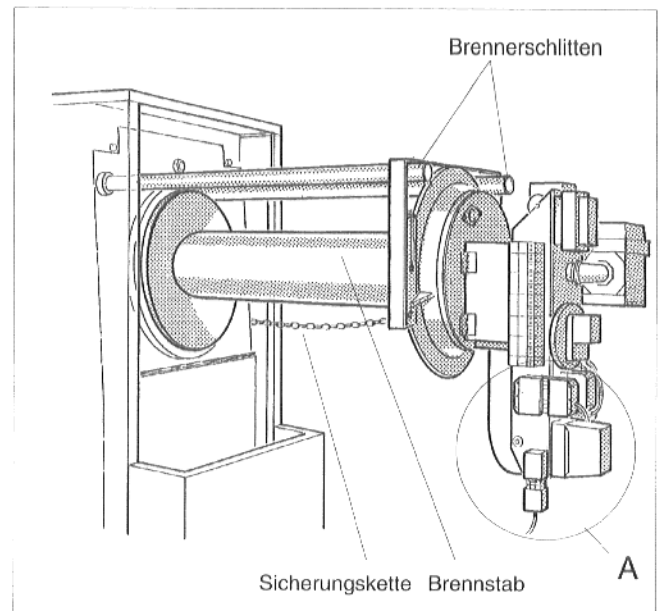

Abb. 1
Der Brennstab kann nur ausgetauscht werden, wenn der Brenner in Wartungsposition ist (Abb. 1):
Bringen Sie den Brenner wie folgt in die Wartungsposition (Abb. 1):
Achten Sie darauf, daß die Sicherungskette (Abb. 1) eingehängt ist. Sie verhindert, daß der Brenner beim Herausziehen herausfällt und daß Sie dadurch verletzt werden.
- Brenner an den Montagerohren soweit herausziehen, daß er sich im **ganzen Umfang** außerhalb des Kessels befindet (Abb. 1).